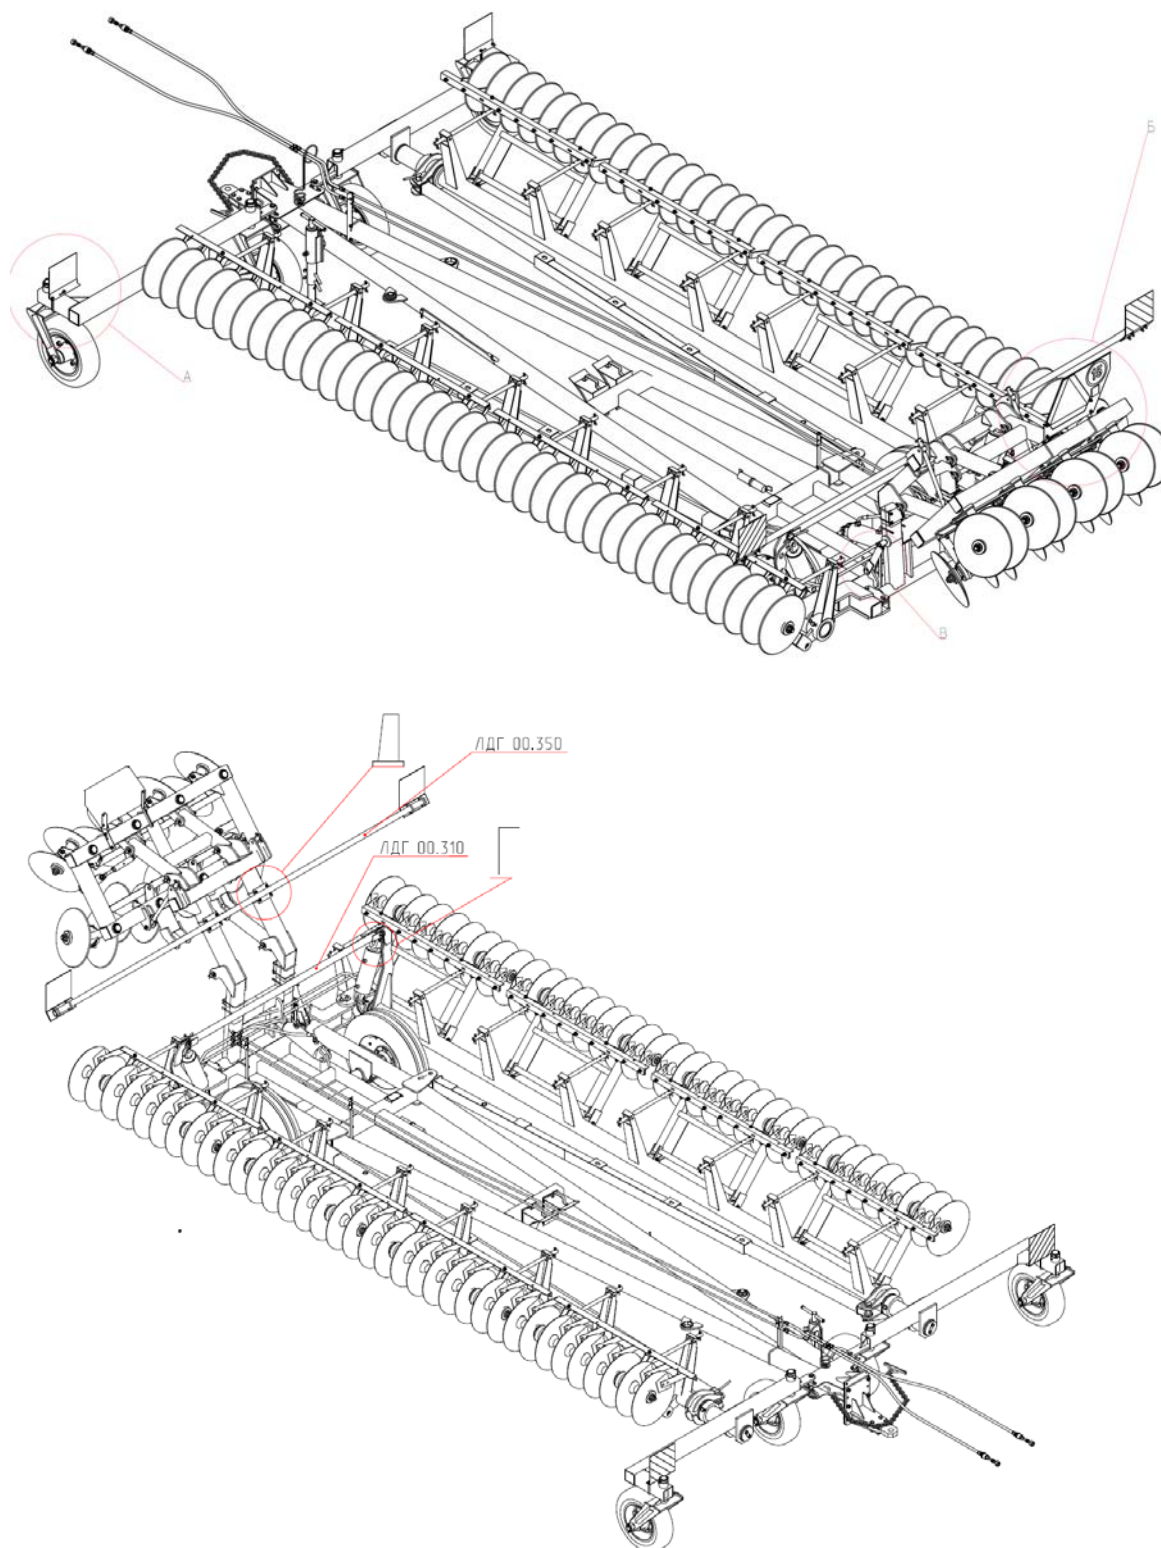
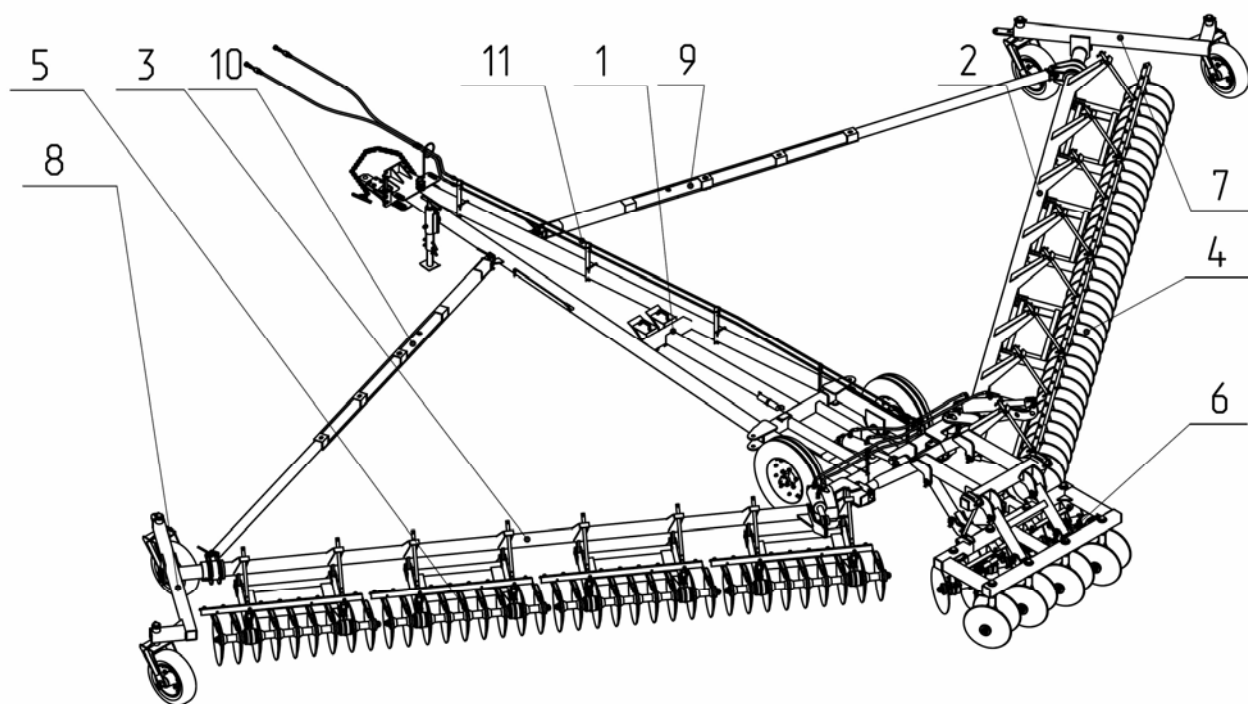

РИС. 1 Лущильник дисковый гидрофицированный ЛДГ12К
РИС.2 Лушительник дисковый гидрофицированный ЛДГ12К
2.1 Лущильник (Рис.1,2) представляет широко-захватную прицепную машину с двусторонним расположением дисковых рабочих органов 1 и 7 (рис.2).
2.2. Лушительник (Рис.2) состоит из снечи 1, предназначенной для присоединения лушительника к тяговому средству и опирающейся на ходовые колеса. К снице справа и слева шарнирно присоединены брусья 2 и 3 с рабочими секциями 4 и 5. Между брусьями к снице шарнирно присоединена центральная секция 6. Брусья опираются на колесные пары 7 и 8. Брусья соединены со сницей растяжками 9 и 10, при помощи которых устанавливается угол атаки.